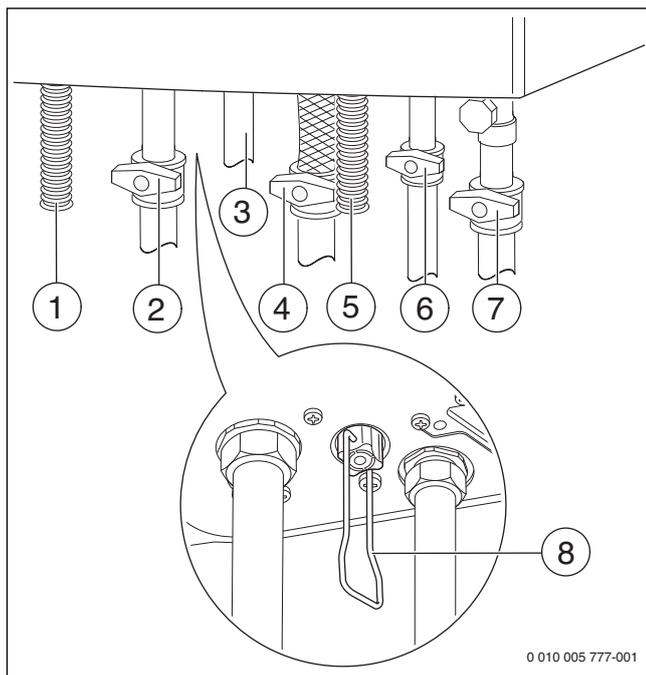

Рис. 26 Подключения газа и воды (дополнительная комплектация)
- ▶ Котлы WBC...DC: откройте кран холодной воды (→ рис. 26) и держите кран горячей воды открытым до тех пор, пока из него не потечёт вода.
- ▶ Откройте краны подающей и обратной линии отопления (→ рис. 26).
- ▶ Заполните отопительную систему до давления 1-2 бар (→ рис. 26) и закройте кран для заполнения и слива.